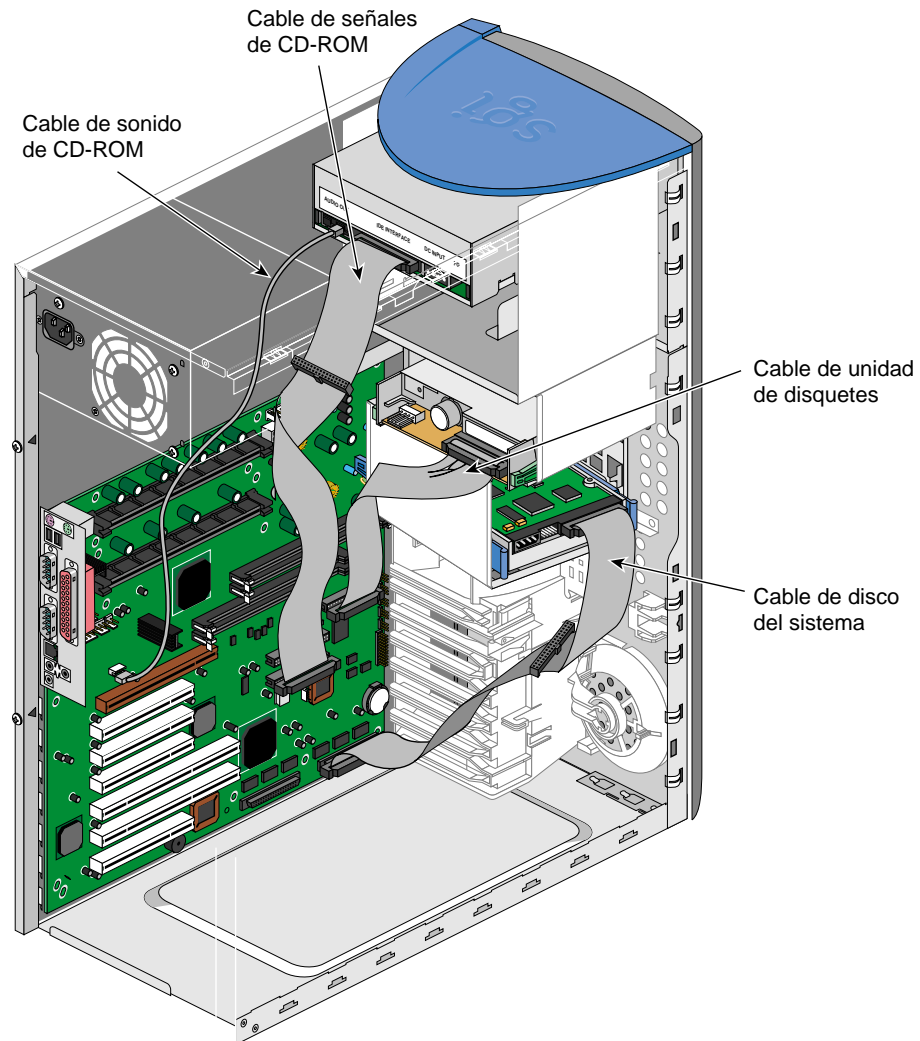

Figura 2-31 Posición de los conectores de la tarjeta del sistema
10. Conecte todos los cables de la tarjeta del sistema a sus conectores. Consulte la Figura 2-31 en la página 57 y la Figura 3-1 en la página 72 si desea conocer la ubicación de los conectores de la tarjeta del sistema